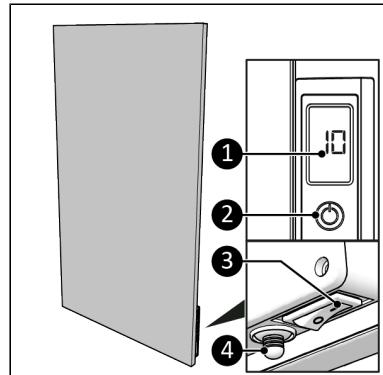

Figure 74.
1. Vrid PÅ/AV-brytaren till PÅ-läget (Figure 74, pos. 3).
2. Tryck på AV-knappen på kontrollpanelen (Figure 74, pos. 2) eller på fjärrstyrningen.
3. Displayen (Figure 74, pos. 1) visar först den inställda temperaturen under 3 s, varefter den visar omgivningstemperaturen.